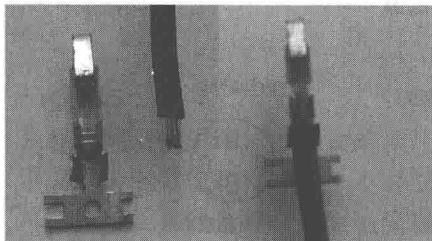

图 1-23 压线钳使用方法 1
- ① 将压线片剪下备用，将导线进行剥线处理，裸线长度约为 1.5mm，与压线片的压线部位大致相等。如图 1-23 所示。